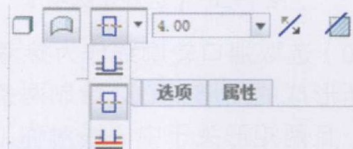
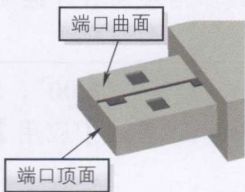

图 1-33 双侧对称拉伸
图 1-34 拉伸效果图
14) 选择【拉伸方式】为【双侧对称拉伸】, 输入拉伸深度为“4.00”, 如图 1-33 所示。打开【选项】选项卡并勾选【封闭端】选项, 单击【应用】按钮形成如图 1-34 所示的拉伸特征。